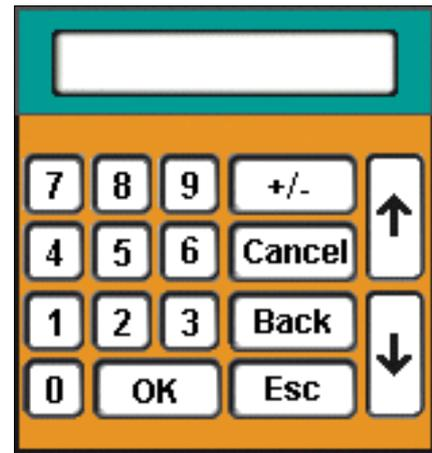

Figure 7-3 : Clavier
1. Appuyez sur le champ choisi pour modifier les données à l'aide du clavier numérique (figure 7-3 : Clavier). Une fois terminé, appuyez sur le bouton OK du clavier.
- Appuyez sur le champ numérique pour afficher le clavier (figure 7-3 : Clavier).
- Si vous avez choisi Ramp (progressif), le champ Temperature Ramp Rate (Rythme de progression de la température) apparaît à l'écran. Appuyez sur le champ numérique pour afficher le clavier (figure 7-3 : Clavier).